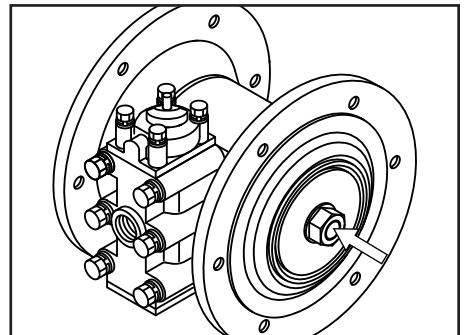

Figura 20
- Extraiga las tuercas en ambos lados de la varilla central (consulte la Figura 20).